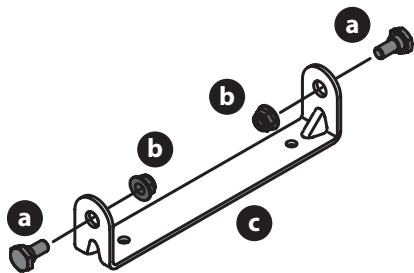

Figure 6
1. Enlevez les deux boulons à épaulement (a) et les contre-écrous (b) sur le support de montage (c) fournis dans le sachet de quincaillerie (Figure 6).